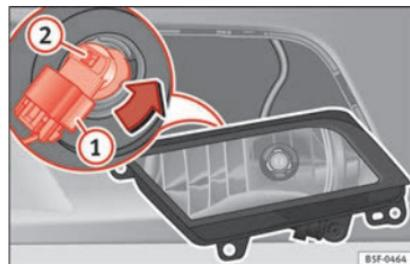

Fig. 192 Faro fendinebbia.
- Estrarre il connettore » fig. 192 ① della lampada.
- Ruotare il portalampeadine » fig. 192 ② verso sinistra e tirare.